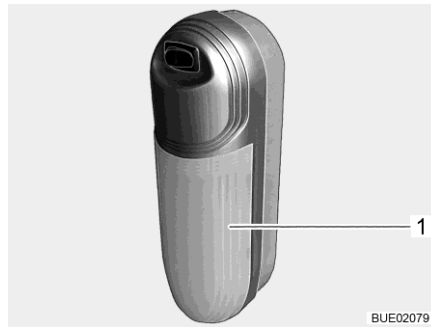

Bild 294 Påbyggnadslampa
- Transparent kåpa (Bild 294,1) lätt att dra ur från kontakten och ta bort.